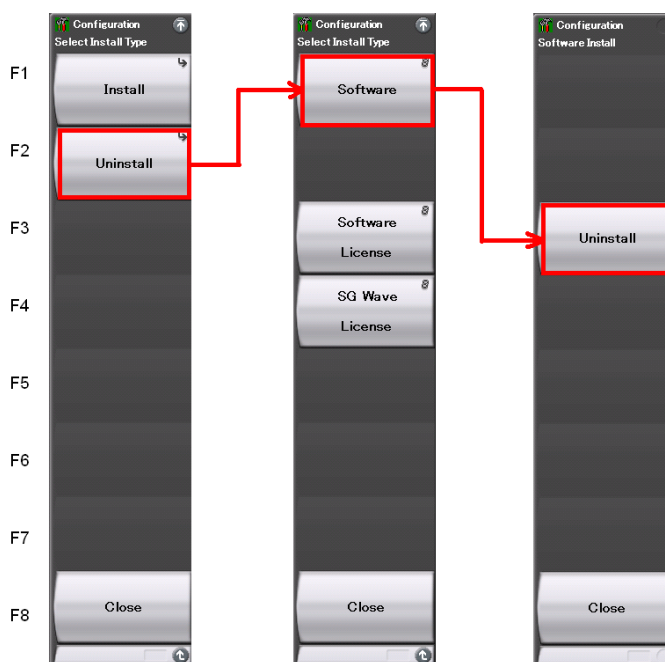

図3.8.2-1 Software Install メニュー
2. 図 3.8.2-1 の Software Install メニューが表示されるので、**[F2 (Uninstall)]** を押します。